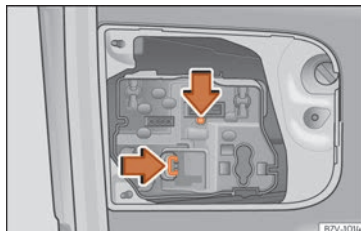

**Fig. 69** En el portón trasero: retirar el portalámparas.
- Presione las lengüetas de bloqueo en el sentido de la flecha » » fig. 69 y extraiga el portalámparas.